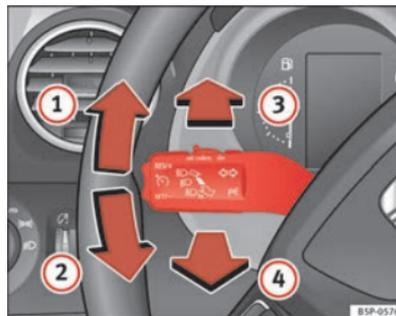

Abb. 76 Blinker- und Fernlichthebel
- Drücken Sie den Hebel bis zum Anschlag nach oben  Abb. 76 , um **rechts** zu blinken bzw. nach unten , um **links** zu blinken.
- Drücken Sie den Hebel bei eingeschaltetem Abblendlicht nach vorne ⇒ Seite 127, Abb. 76 (3), um das Fernlicht einzuschalten.
- Ziehen Sie den Hebel zum Lenkrad ⇒ Seite 127, Abb. 76 (4), um das Fernlicht wieder auszuschalten.